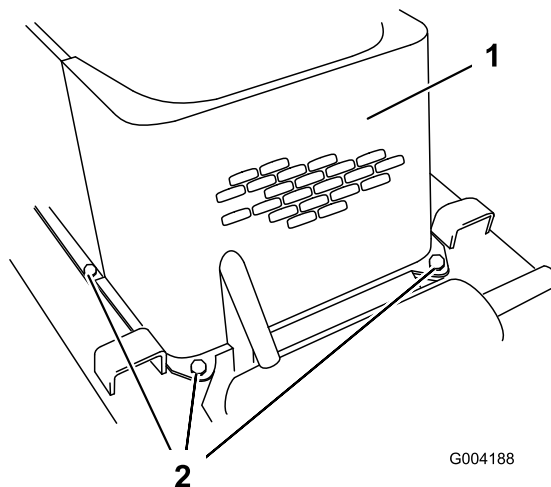

Figura 28
5. Rimuovete i 4 bulloni che fissano la griglia anteriore al telaio (Figura 28).